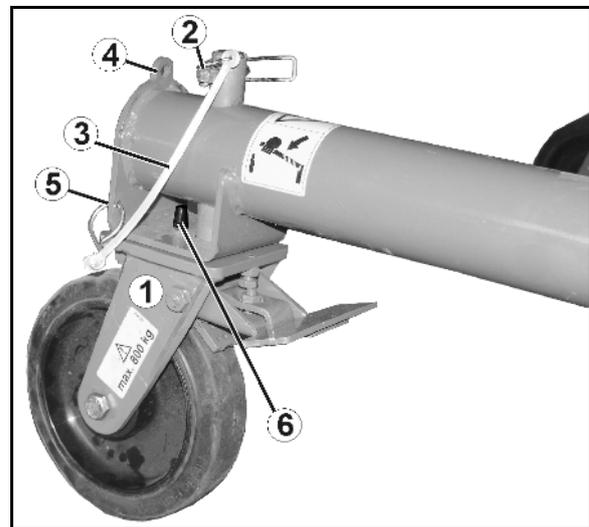

Fig. 57
- Die Klappstecker mit dem Sicherheitsband (Fig. 57; Fig. 58/3) an der Maschine (Fig. 57/5; Fig. 58/5) befestigen.
5. **Lenkbare Rollen vorne** (Fig. 57/1) / **Starre Rollen hinten** (Fig. 58/1)
- o montieren und mit Klappstecker (Fig. 57; Fig. 58/2) sichern, beziehungsweise
Bei Nichtgebrauch der Transportrollen die Klappstecker in Parkposition (Fig. 57/4; Fig. 58/4) befestigen.